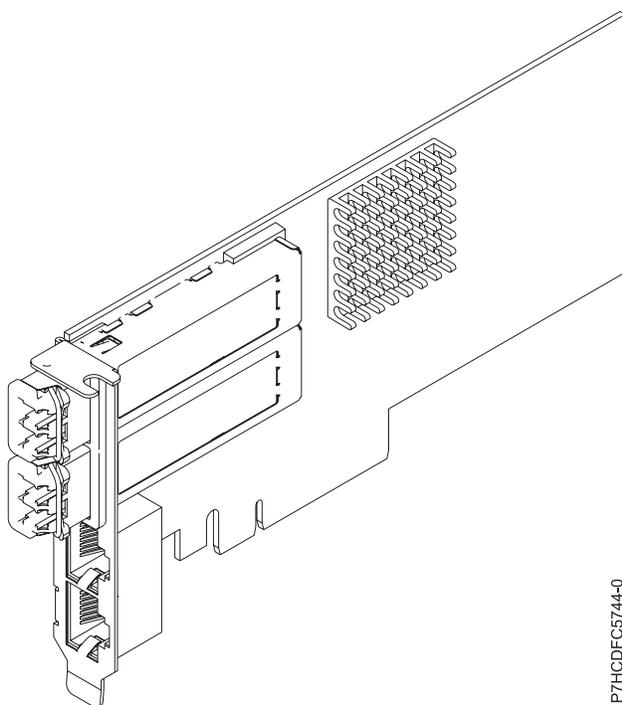

Figure 35. carte PCIe2 LP 2x10GbE SR 2x1GbE UTP
Le dispositif carte PCIe2 LP 2x10GbE SR 2x1GbE UTP est une carte PCI Express de génération 2 quatre ports Ethernet à connexion unifiée avec une interface de bus hôte PCI Express 2.0. Cette carte est optimisée pour l'informatique en nuage, la virtualisation, le stockage et les autres applications de centre de données. Cette carte comporte deux ports Ethernet 10 gigabits et deux ports Ethernet 1 gigabit. Les deux ports émetteurs-récepteurs SR (single root) SFP+ (small form-factor pluggable) 10 gigabits sont utilisés pour la connexion avec les autres serveurs ou commutateurs du réseau. Chaque port SFP+ (SR) fournit une connectivité Ethernet avec un débit nominal de 10 Gbps (gigabits par seconde) et utilise des câbles twinax SFP+ en cuivre pouvant atteindre une longueur maximale de 5 mètres. Chaque port RJ45 fournit une connectivité Ethernet avec un débit de 1 Gbps. Les fonctions d'agrégation de liaisons et de reprise en ligne de la carte sont idéales pour les applications réseau critiques qui nécessitent redondance et haute disponibilité. La figure 35 présente la carte FC 5745.